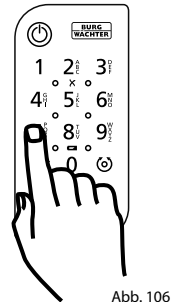

Abb. 106
② Geben Sie Ihren Administrator- oder Benutzercode ein und prüfen Sie, ob der Zylinder aktiviert wird (Abb. 106).